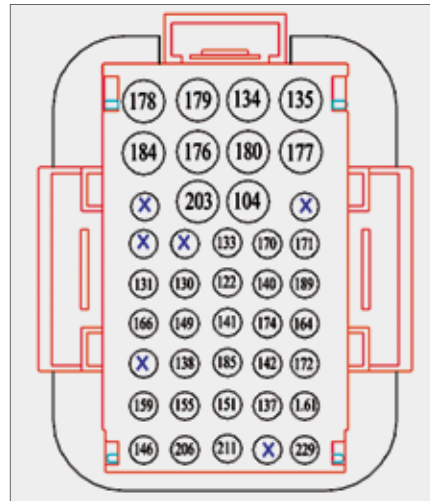

图1 发动机线束42端子插接件
(1) 打开钥匙门给ECU的点火信号线与发动机线束, 42端子插头(图1)的140针